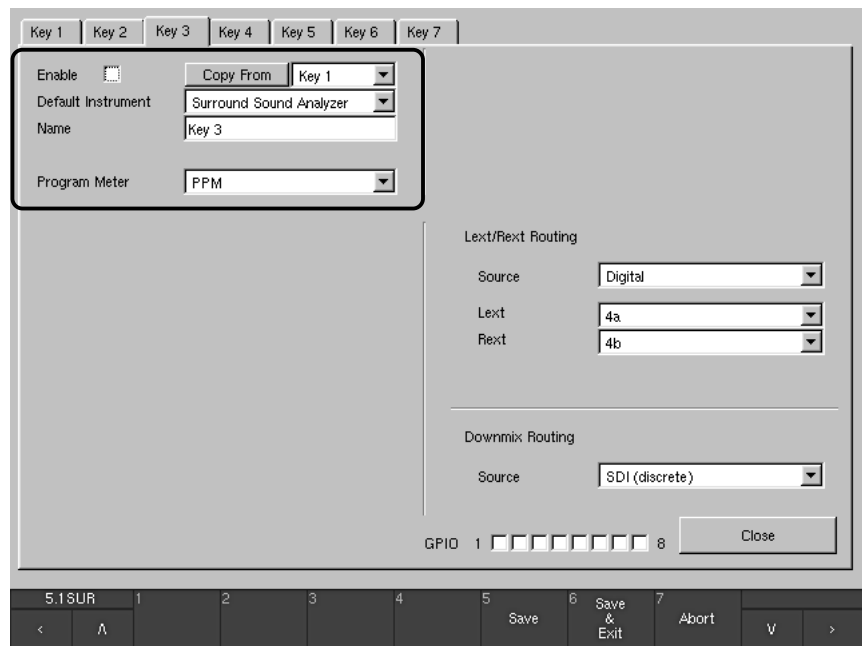

Bild 6-24: Beispiel für deaktivierte „Key“-Menü-Seiten bzw. deaktivierte Sub Presets
- **„Enable“** (siehe Bild 6-24)